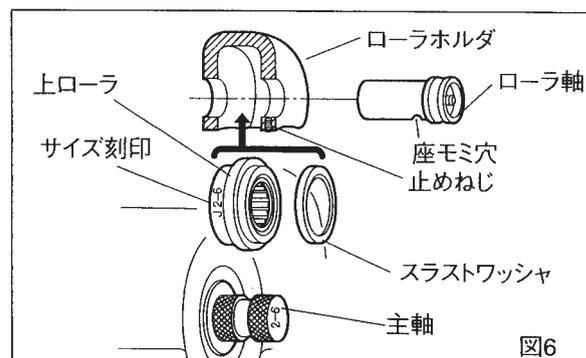

図6
- 取り付けはローラのサイズ刻印が奥になる向きでセットし、手前にスラストワッシャを入れ、軸の座もみ穴を止めねじでしっかりロックします。(図6)